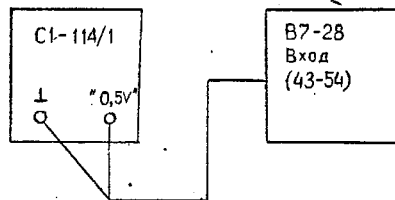

Рис.5
9.3.3.1. Определение основной погрешности установки напряжения и частоты калибратора производится методом непосредственной оценки цифровым вольтметром В7-28 и частотомером ЧЗ-54 (рис.5.)